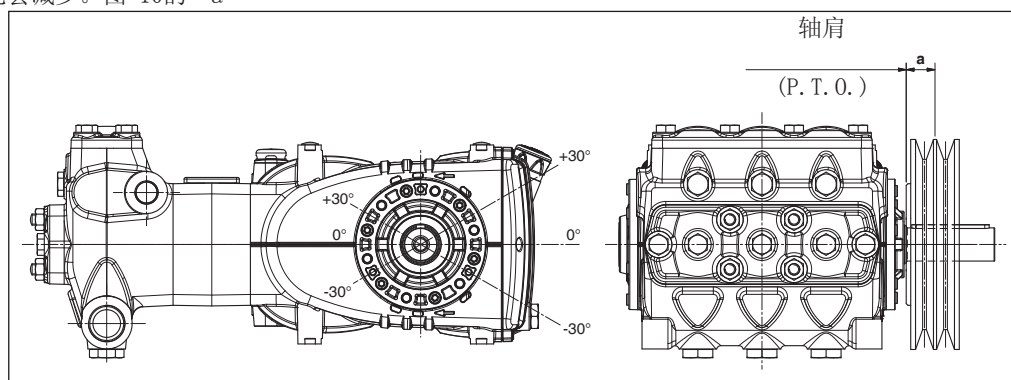

图 10
泵轴上的径向载荷不能超过3000 N(布局定义所必须的数值)。只有该载荷作用在距离轴肩(P. T. O.)的一段最大长度 $a=30$ mm时，传动才被视为适当，见图 10。
- b) 使用高效能皮带 - 例如XPB而不是SPB - 同样的功率传递, 使用的皮带数量会相对少, 继而相对轴肩 (P. T. O.) 的距离也会减少。图 10的“a”